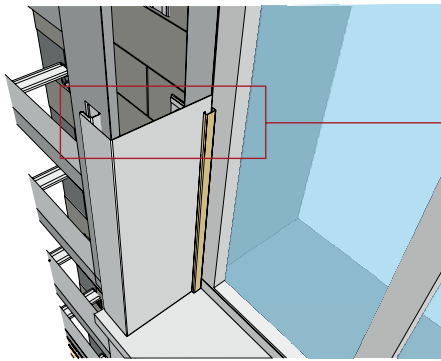

Рисунок 55
- 15.4** Ширина приоконной планки подгоняется и подрезается под глубину оконного проема. Измерьте расстояние от окна до внешней части обрешетки (Рис. 55), прибавьте к нему 30 мм. Перенесите это расстояние на широкую часть приоконной планки (Рис. 56). Лишнее отрежьте, используя правило, нож или ножницы.